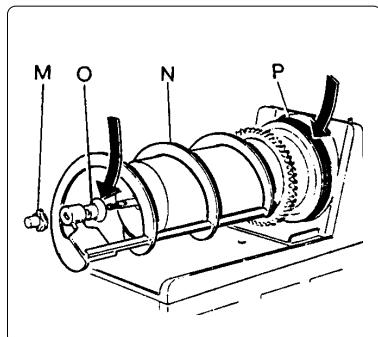
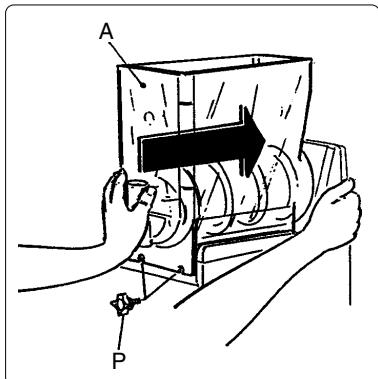

Abb. 16
Abb. 17
- f) Bei Wiedereinbauen des Rührwerks die folgenden Anweisungen beachten (Siehe Abb. 16):
- die Dichtung (O) muß unbedingt mit Vaselinefett eingestrichen werden, um ein besseres Gleiten zu erzielen.
- die Dichtung (P) wieder einsetzen;
- die Schaberspirale (N) wieder einsetzen;
- alle Komponenten durch Anziehen des Knaufs (M) in Gegenuhzeigerrichtung befestigen.
- g) Den Behälter (A) erneut montieren; dabei so in seinen Sitz einsetzen, dass die Dichtung dicht abschließt (siehe Abb. 17), und die Knäufe (P) festziehen. Zur Vereinfachung der Montage empfehlen wir, den hinteren Teil des Behälters anzufeuchten, der mit der Dichtung in Kontakt kommt.